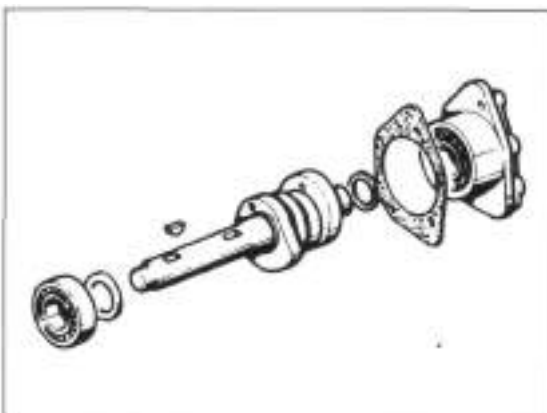
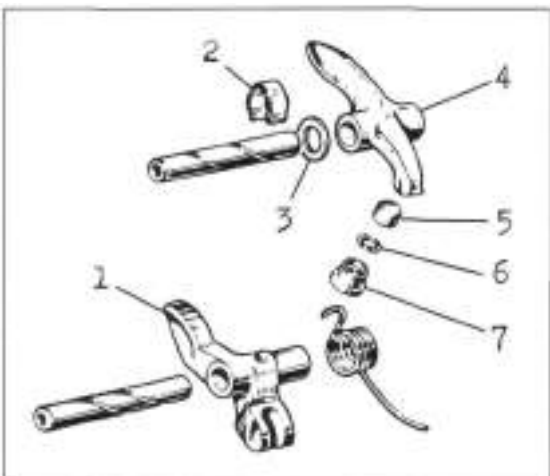

Bild 151
Bild 152
-  Laufflächen von Kipphebeln (Bild 151) und Nockenwelle (Bild 152) auf Riefen, auf Beschädigungen oder Anzeichen unzureichender Schmierung untersuchen. Lager müssen spielfrei und geräuschlos laufen. Ölbohrungen dürfen nicht verstopft sein.